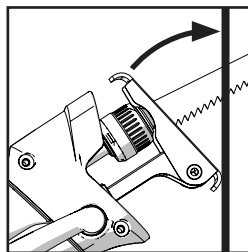

Fig. 10
- Tenez la machine selon un angle de la pièce avec le bord inférieur de la plaque de contact reposant fermement sur la pièce. (Fig. 10).